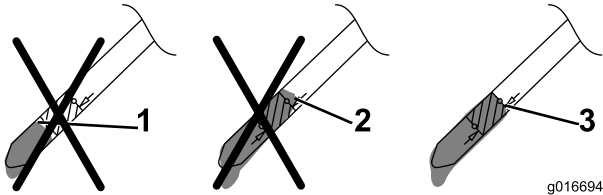

Bild 13
5. Nehmen Sie den Peilstab heraus und lesen den Ölstand ab, siehe Bild 13.